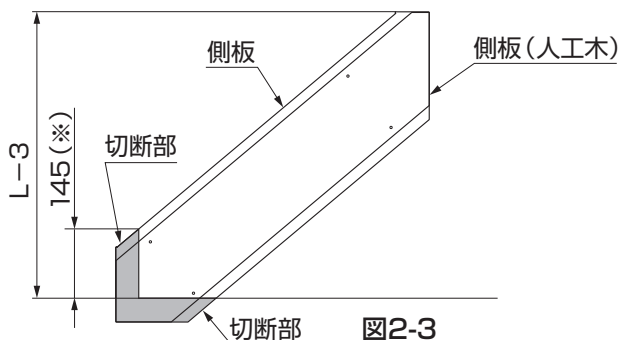

図2-3
- ③L-3mmに側板の下側を切断してください。(図2-3参照)
- 側板キャップ下用を取付けるため、図2-3の寸法145mm(※)に切断してください。側板キャップ下用が取付かなくなります。
- ④切断後に側板と側板(人工木)を取外してください。